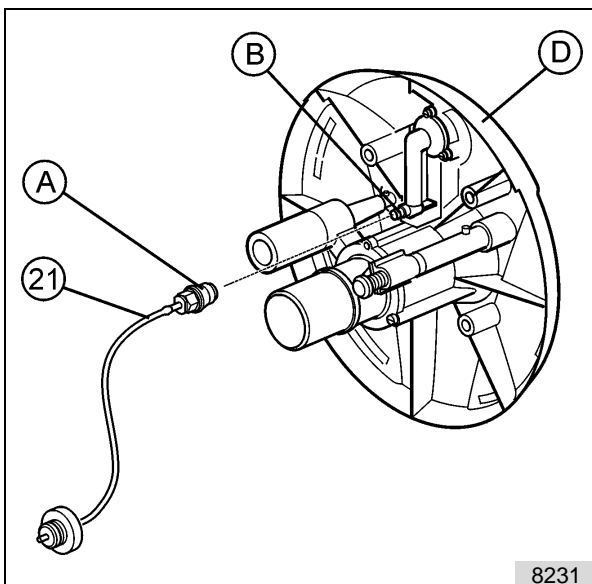

Fig. 24
Tras la conexión del interruptor de ondas de presión, vea la Fig. 24, enchufar el cabezal de boquillas (35), aquí se desplazan las conexiones de aire y presión entre sí.